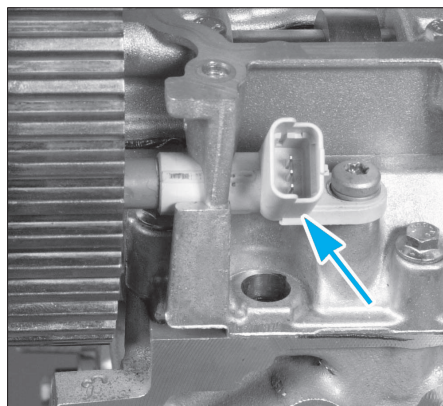

FIG. 57
- Déposer le capteur de position d'arbre à cames (Fig.57).